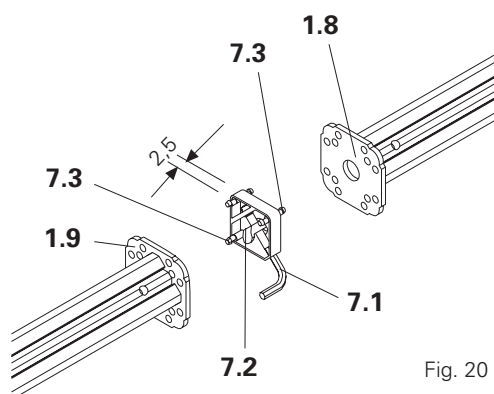

Fig. 20
4. Drej spændegreb **7.1** til højre og spænd det fast. Fig. 20